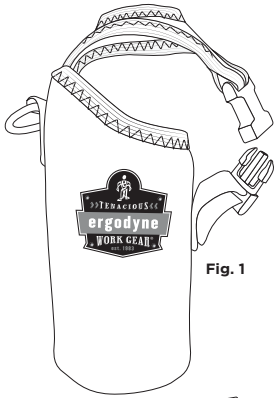

Fig. 1
1. Undo the modular buckle closure strap and open the water bottle/canister trap sleeve. [fig. 1]
1. Desabroche la correa de cierre con hebilla modular y abra el enganche para envase/botella de agua [fig. 1].
1. Défaites la sangle de fermeture à boucle modulaire et ouvrez le Trap pour gourde/bouteille d'eau. [fig. 1]